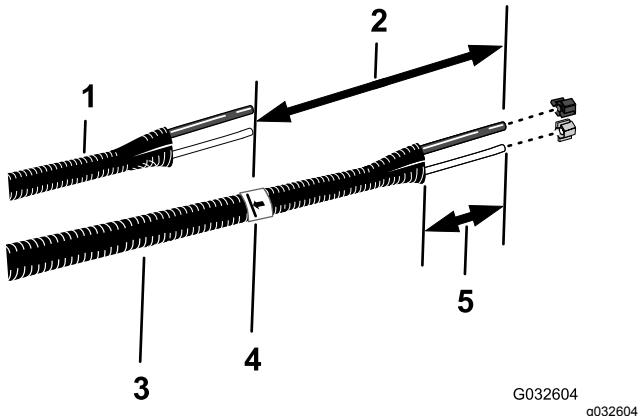

Figura 27
6. Alinee los tubos de líquido y aire antiguos (Figura 27) con el conjunto de tubos nuevo (Pieza Toro Nº 114-9553).
8. En el conjunto de tubos nuevo, añada 26 cm a partir de la marca que hizo en el paso 7, marque el conjunto de tubos y corte y los tubos en la 2^a marca (la más larga) (Figura 27).
10. Retire de 77 a 102 mm de la funda en cada extremo del conjunto de tubos (Figura 27).